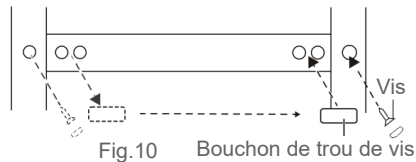

Fig.10
11. Retirez la vis et le bouchon du trou de vis de la charnière centrale du côté gauche du caisson frigorifique, puis remettez-les du côté droit du caisson (→ Fig. 10).